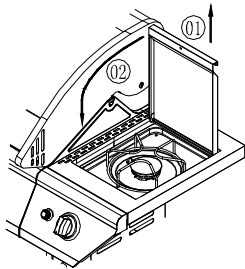

Fig.13B
- À l'aide de (2) vis cruciformes (AA), fixez l'étagère du brûleur latéral (N et D1) au capot du grill à partir de l'intérieur de la chambre de cuisson. Insérez (1) vis cruciforme (CC) pour fixer le panneau avant de l'étagère du brûleur latéral au panneau de commande. Voir la Fig.13B. Serrez bien les deux vis desserrées pour fixer fermement l'étagère à la chambre de cuisson.